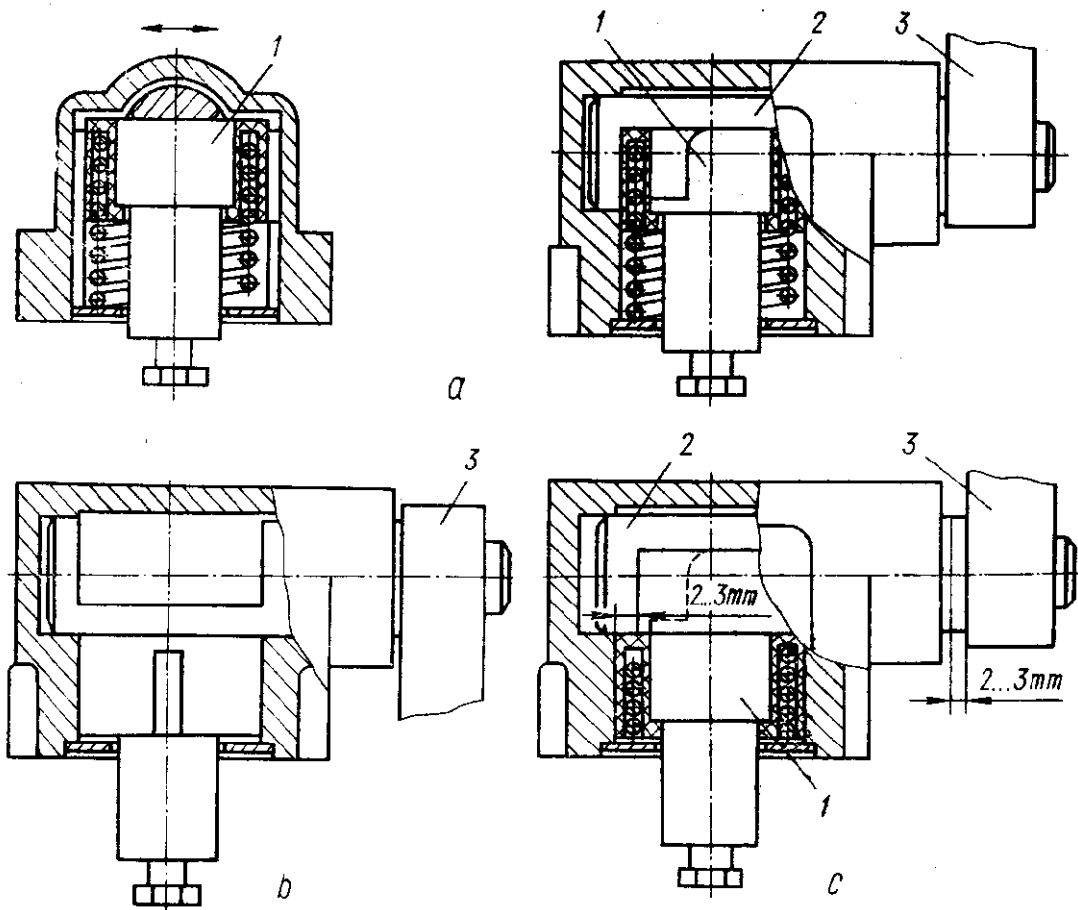
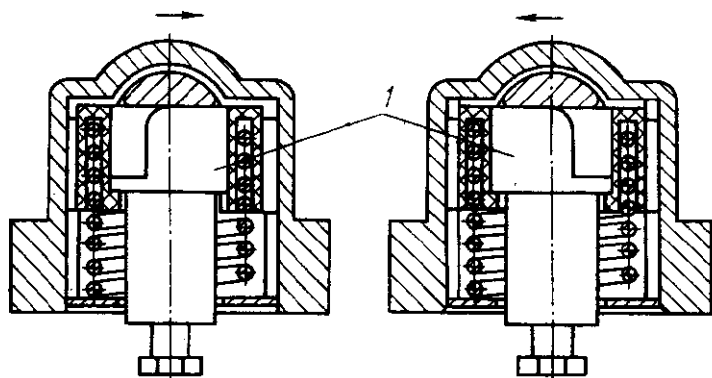

Рис. 8. Привод рычаг с роликом
Рис. 9. Привод селективный
3.4. У выключателей с приводом *рычаг с роликом* (рис. 8, а) двустороннего действия угол установки рычага может при необходимости изменяться.
Устройство выключателя позволяет производить переустановку ролика на вторую ступень и привода на *селективный* (рис. 9). Для перестройки привода на *селективный* с рабочим ходом влево или вправо необходимо повернуть рычаг на угол 180° (рис. 8, б), выдвинуть вал на 2...3 мм и повернуть рычаг в исходное положение (рис. 8, с), толкатель поднять до упора, повернуть его на угол 90° влево или вправо (рис. 9) и отпустить в исходное положение, после чего нажатием на вал повернуть его в исходное положение до защелкивания пружины.